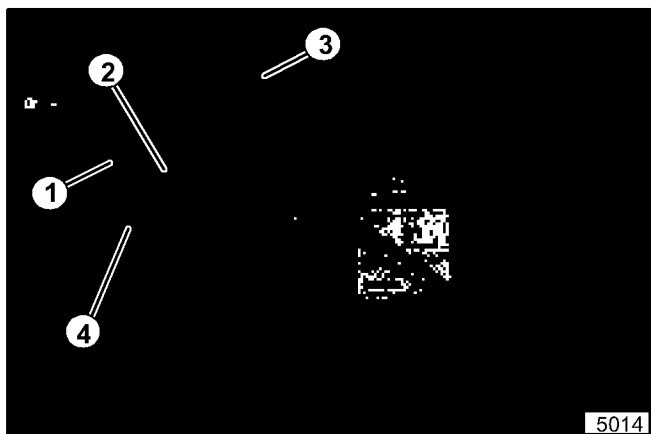

Figure 11. Câble d'accélérateur à l'avant du moteur
18. Relier le câble de l'accélérateur à la manette de l'accélérateur et serrer le câble à la plaque d'accélérateur à l'avant du moteur (voir la figure 11).
19. Relier le fil de l'interrupteur à l'électrode se trouvant derrière la plaque d'accélérateur (extrémité opposée de l'électrode à laquelle le fil du moteur est relié, voir la figure 11).
20. Attacher le câble d'accélérateur à l'avant du capot du moteur comme indiqué à la figure 11.